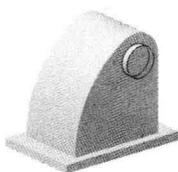

图 1.8 拉伸特征 3
Step5. 创建图 1.8 所示的拉伸特征 3。选择下拉菜单 **插入(S)** \rightarrow **设计特征(F)** \rightarrow **拉伸(E)...** 命令，选取图 1.9 所示的平面为草图平面，绘制图 1.10 所示的截面草图，在 **限制** 区域的 **开始** 下拉列表中选择 **值** 选项，并在其下的 **距离** 文本框中输入值 0；在 **限制** 区域的 **结束** 下拉列表中选择 **值** 选项，并在其下的 **距离** 文本框中输入值 8；在 **布尔** 区域的下拉列表中选择 **求和** 选项，采用系统默认的求和对象。